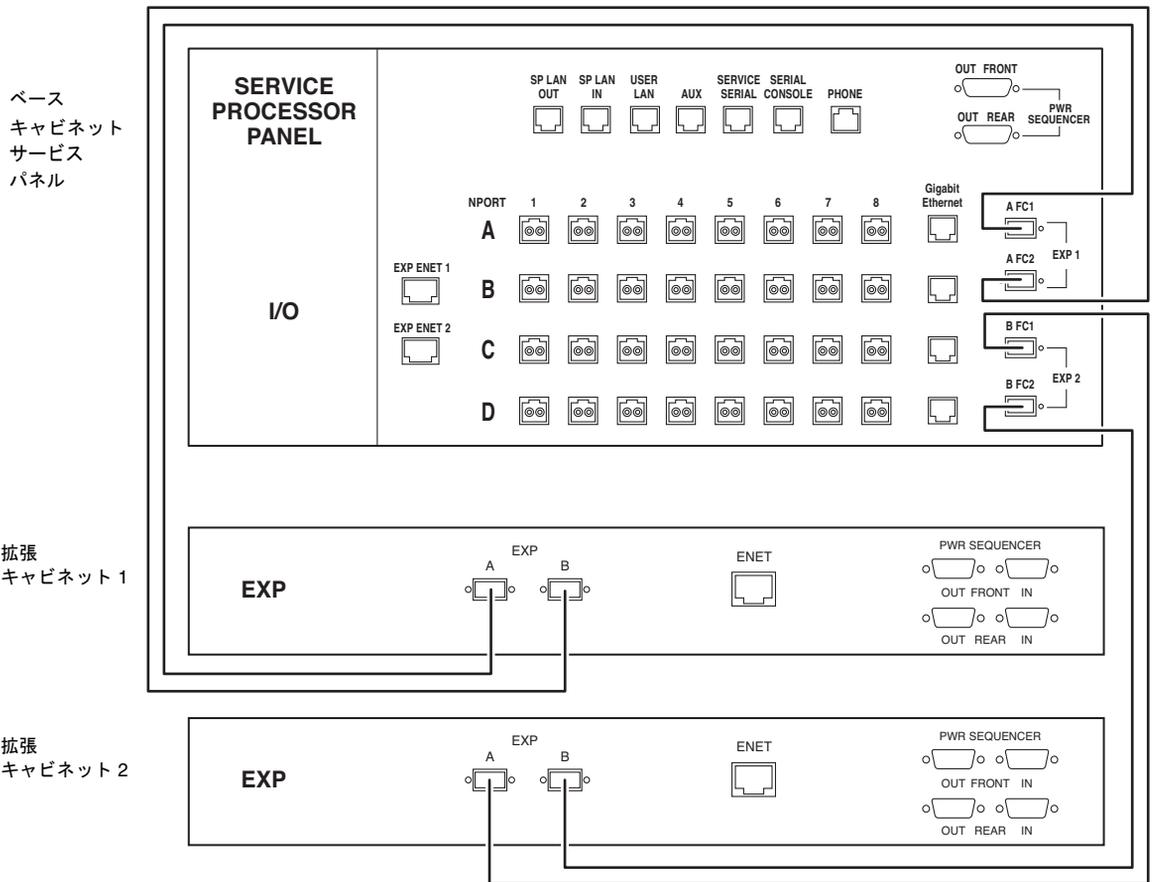

図 2-10 FC ケーブルによるベースキャビネットのサービスパネル、拡張キャビネット 1、拡張キャビネット 2 の接続
冗長ファイバチャネル (FC) ケーブル (パーツ番号 : 537-1060-01) を次のように接続します (図 2-10 参照)。